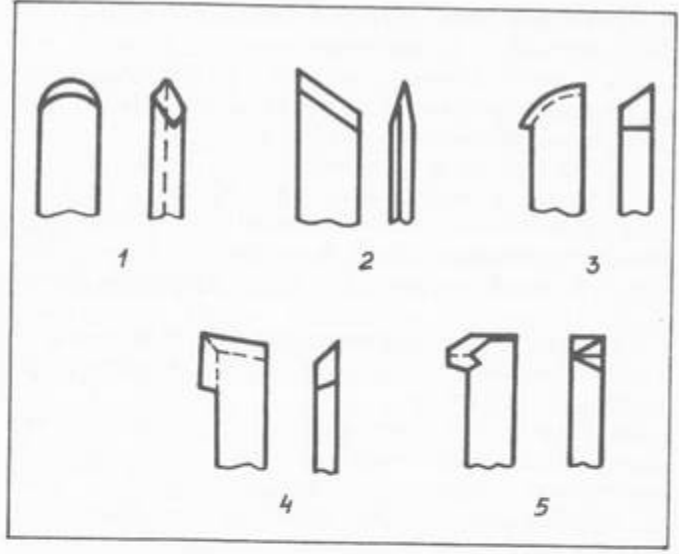

Рис. 3
8. Определите назначение резцов, показанных на рис. 3, и проставьте в перечне токарных операций соответствующие цифры. Ответ: черновая обработка — 1, обработка внутренних поверхностей — 3, 4, 5, чистовая обработка — 2.